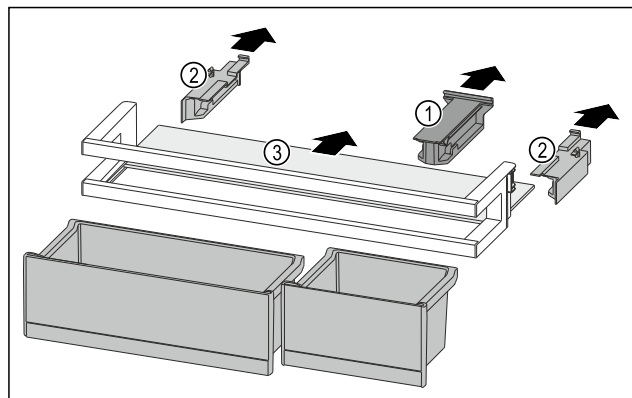

Fig. 172
- Retirer la pièce de retenue Fig. 172 (1).
- Retirer les parties latérales Fig. 172 (2).
- Retirer la tablette de rangement Fig. 172 (3).